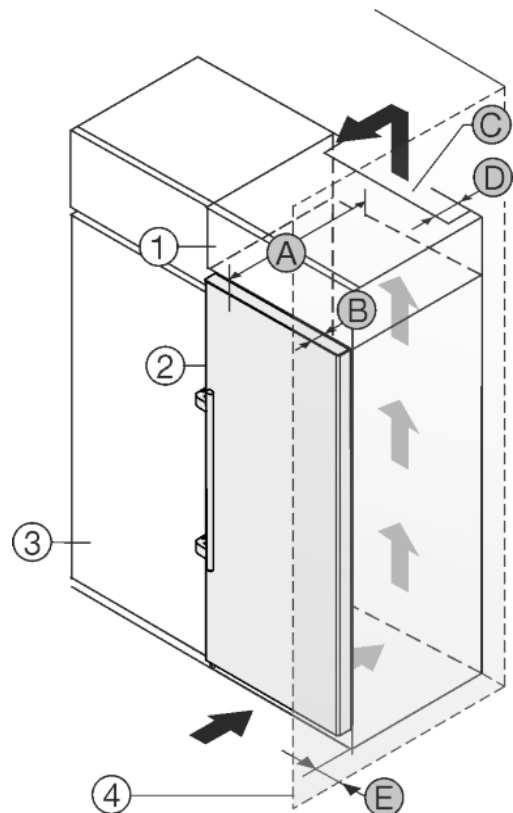

Fig. 23
Устройство может быть окружено кухонными шкафами. Чтобы уравнивать устройство *Fig. 23 (2)* по высоте с кухонной стенкой, можно установить над устройством дополнительный шкафчик *Fig. 23 (1)*.
Установить устройство можно непосредственно рядом с кухонным шкафом *Fig. 23 (3)*. Чтобы можно было полностью открыть двери, устройство должно выступать на глубину *Fig. 23 (B)* относительно передней стенки кухонного шкафа. В зависимости от глубины кухонных шкафов и использования пристенных распорок устройство может выступать и больше.
- На задней стенке дополнительного шкафчика должен быть вентиляционный канал с глубиной *Fig. 23 (D)* по всей ширине этого шкафа.
- Нужно соблюдать вентиляционное отверстие *Fig. 23 (C)* под нижней панелью.
Если устройство установлено на шарнирах у стены *Fig. 23 (4)*, то нужно соблюдать расстояние *Fig. 23 (E)* между устройством и стеной. Настолько выступает ручка при открытой двери.